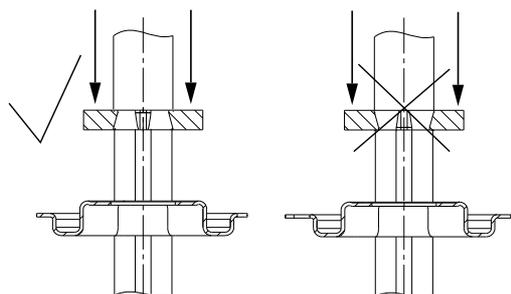

Рис. 18 Монтаж стопорного кольца
7. Установить фиксатор (поз. 111) и стопорное кольцо (поз. 111a). См. рис. 18.